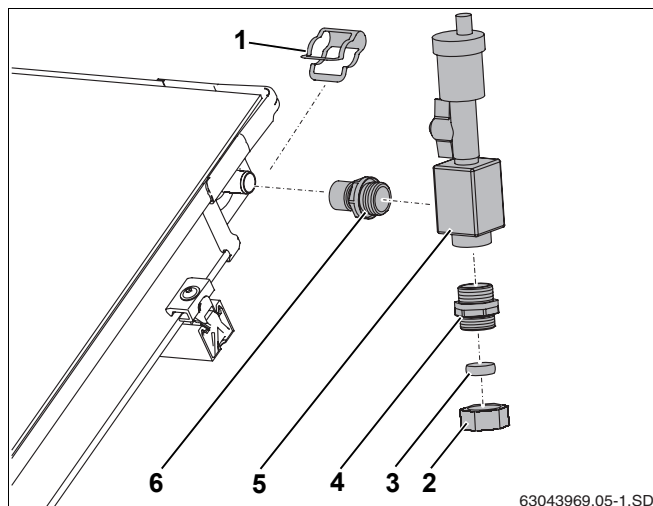

Рис. 60 Подключение воздушного клапана
- Завернуть ниппель (рис. 60, **поз. 6**) и двойной ниппель (рис. 60, **поз. 4**) в воздухоотборник (с кольцевым уплотнением).
- Надеть воздухоотборник (рис. 60, **поз. 5**) с ниппелем на штуцер коллектора и закрепить зажимом.
- Подключить сборную линию к резьбовому соединению с зажимным кольцом (18 мм) (рис. 60, **поз. 2**).